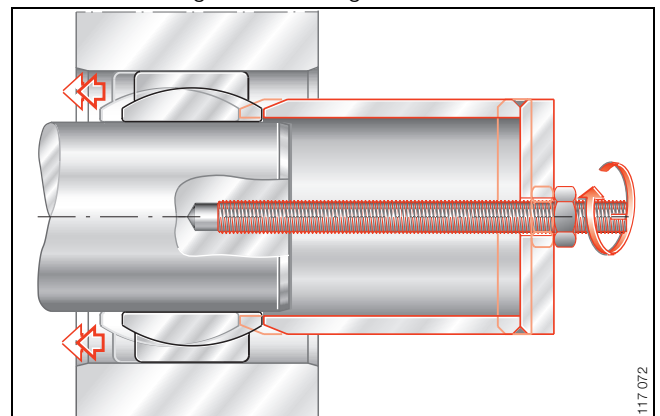

Bild 9 · Gewindebohrungen in der Welle
- eine Gewindebohrung für eine Abdrückschraube in der Welle (Bild 9)